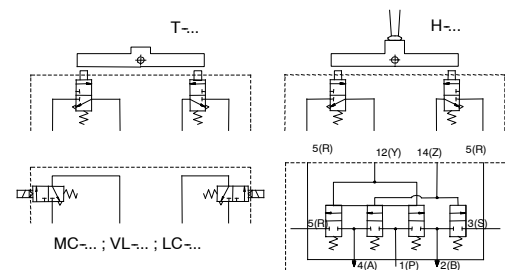

Fig. 1
• 放置该阀时确保操作元件向上（➔ Fig. 1）。
Position 位置 Posizione	Vertikal, Vertical, 垂直, Verticale (Fig. 1)
- Coloque la válvula con el elemento actuador mirando hacia arriba (→ Fig. 1).